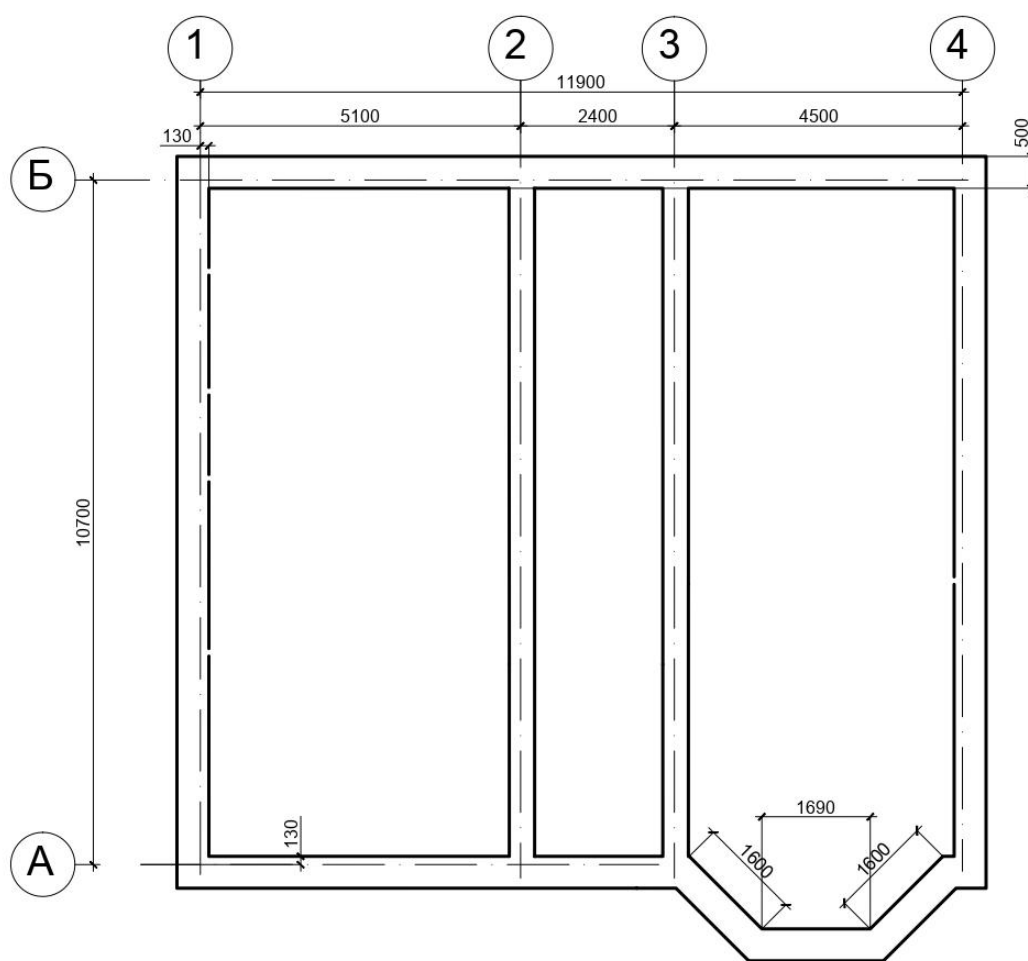

Рисунок 1 – Контур несущих стен
1. Выполнить план раскладки фундаментных блоков по ГОСТ 13579-2018 под контур несущих стен по рис. 1. Заполнить спецификацию к плану раскладки блоков
2. Выполнить план раскладки фундаментных плит по ГОСТ 13580-85 под контур несущих стен по рис. 1. Заполнить спецификацию к плану раскладки плит.
3. Выполнить план раскладки железобетонных многопустотных плит по ГОСТ 9561-2016 под контур несущих стен по рис. 1. Заполнить спецификацию к плану раскладки плит.